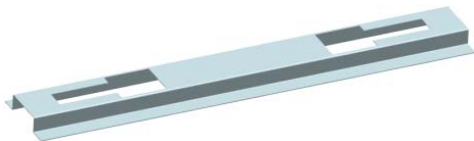

图 11-134 创建法向除料特征
(5) 在“法向除料”对话框中，单击按钮，创建法向除料特征，如图 11-134 所示。